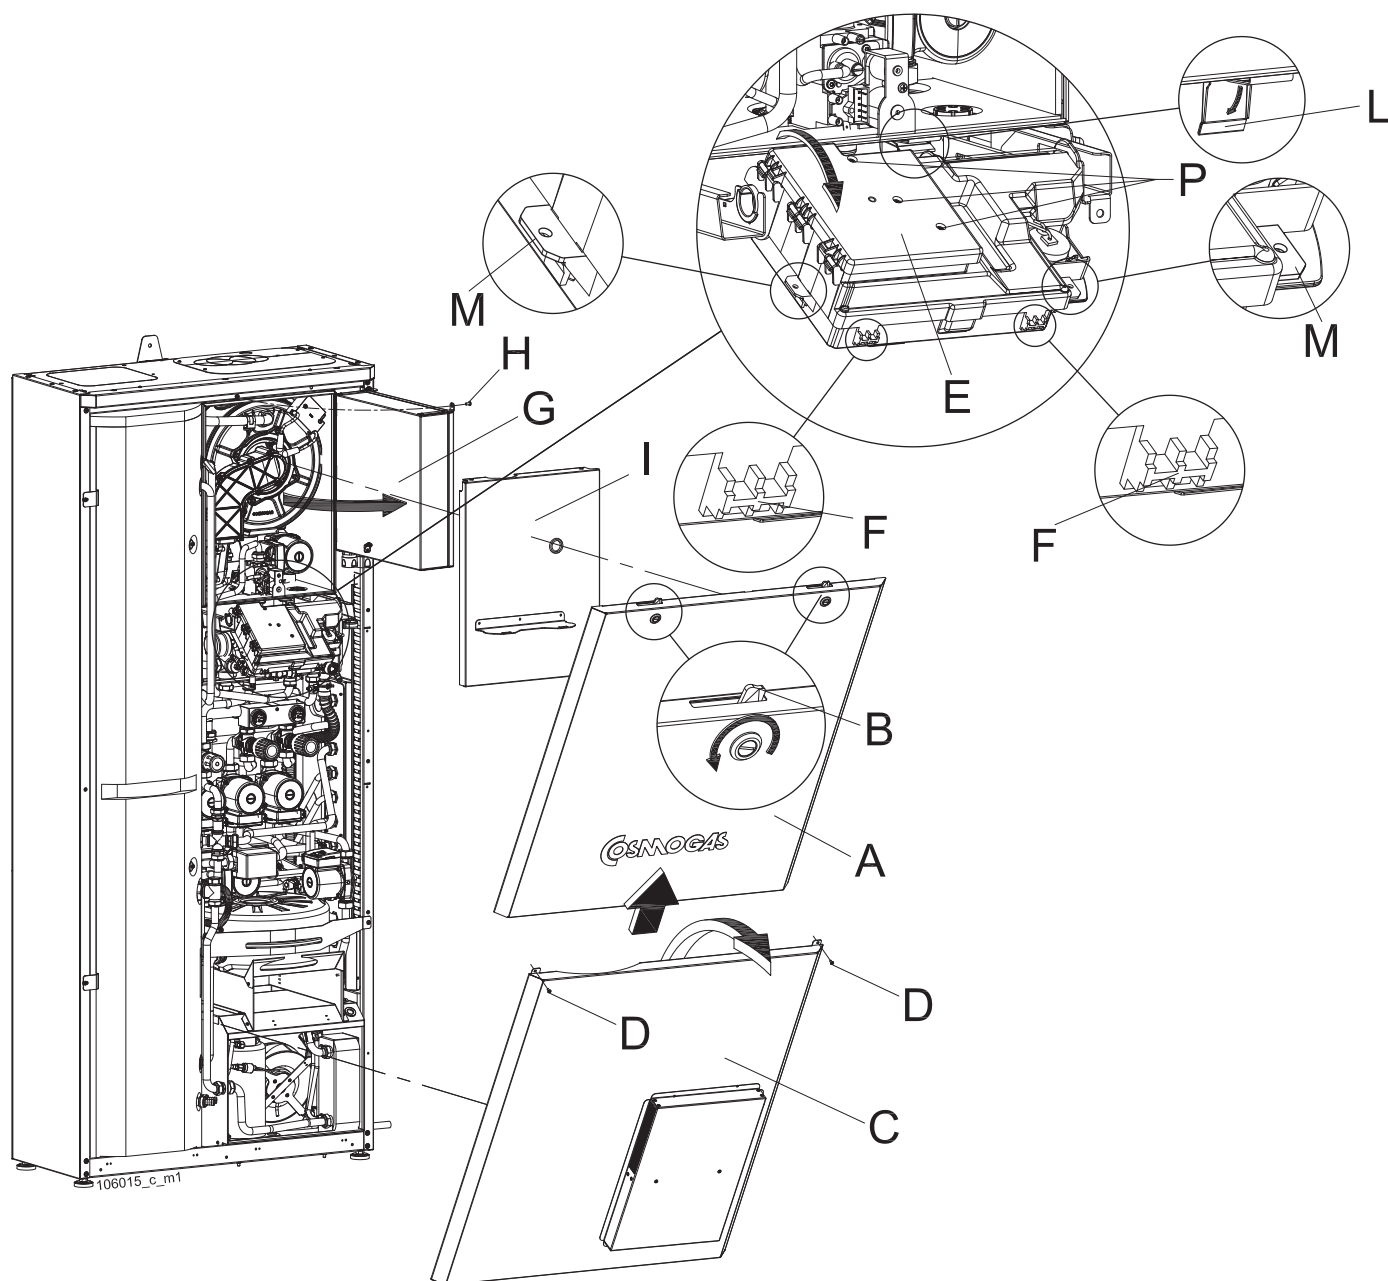

Figura 9-1 - smontaggio mantellatura e apertura quadro comandi
Per smontare il mantello procedere come di seguito (quando non diversamente specificato fare riferimento alla figura 9-1):
- 7.- per accedere ai componenti interni alla camera ruotare in senso antiorario la vite di chiusura "B" di figura 9-1.